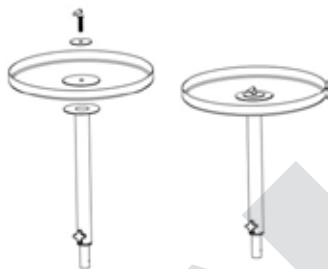

Fig. 2
7. Infilare la rondella nell'apertura sul lato inferiore della base. Quindi inserire la vite per il fissaggio della base e serrare la vite (Fig. 2).